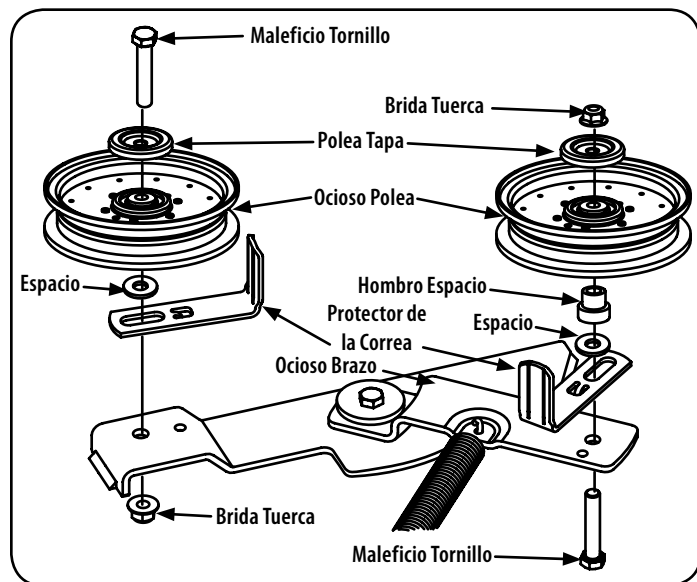

Figura 23
- d. Coloque la correa alrededor de las poleas locas que quitó en el paso 3 con el lado "V" hacia adentro. Una vez en su lugar, vuelva a instalar todo el hardware y apriete la tuerca de seguridad con brida para fijar el conjunto. Ver Figura 23.
- e. Coloque la correa como se muestra en la Figura 23 y vuelva a instalar la cubierta (consulte Instalación de la plataforma)